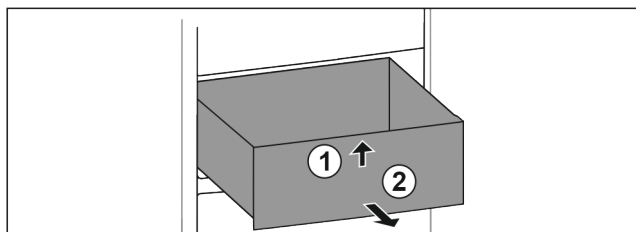

Fig. 62
- ▶ Soulever la partie avant du tiroir. Fig. 62 (1).
- ▶ Retirer le tiroir par l'avant. Fig. 62 (2)